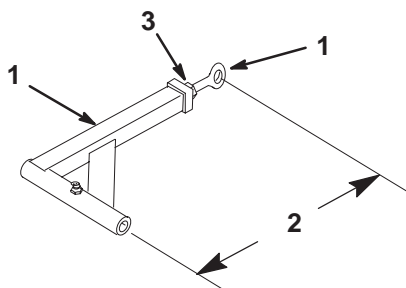

Figure 69
11. Si la poulie de renvoi fixe touche l'extrémité de la fente de réglage et si la courroie a besoin d'être tendue davantage, il est possible de modifier légèrement la longueur des bras de poussée (Fig. 69).
12. Pour régler les bras de poussée, desserrez l'écrou de blocage et tournez la rotule dans le sens anti-horaire, un tour à la fois. Réglez chaque côté de la même façon (Fig. 69).